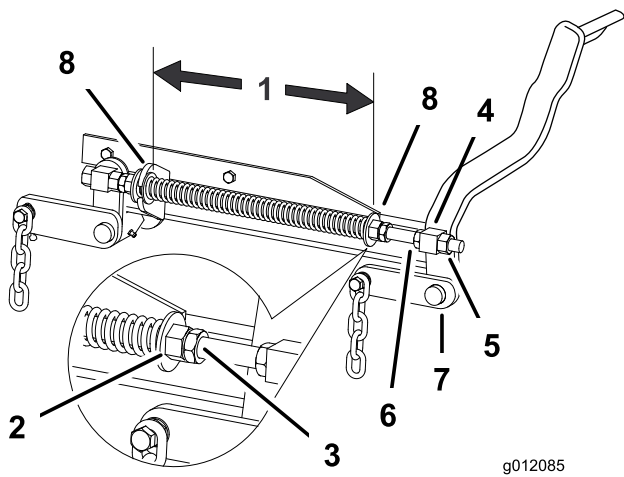

Figure 65
- Vérifiez que les deux grandes rondelles sont espacées de 28,2 cm (11-1/8 pouces) pour les tabliers de coupe de 52 pouces, et de 26,7 cm (10-1/2 pouces) pour les tabliers de coupe de 60 pouces (Figure 65).
- Réglez cette distance en desserrant l'écrou de blocage du ressort et en tournant l'écrou devant chaque ressort (Figure 65).
- Bloquez l'écrou en position en serrant l'écrou de blocage du ressort (Figure 65).